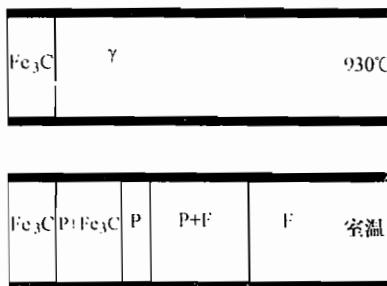

图 17-4 第三题第 1 小题解答图
(2) 根据冷速不同, 可能出现共晶反应, 得到 Ld; 得到的 P 层片细小; Fe₃C_{II} 的析出将受到抑制, 甚至不析出。
(3) 如图 17-4 所示。